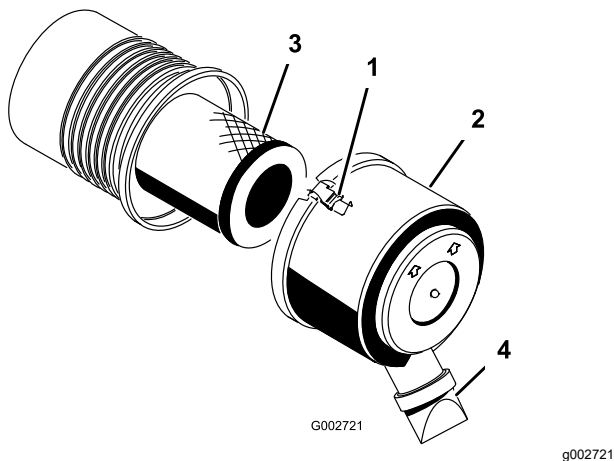

Figura 27
- Abra los enganches que sujetan la tapa del limpiador de aire a la carcasa del limpiador de aire (Figura 27).